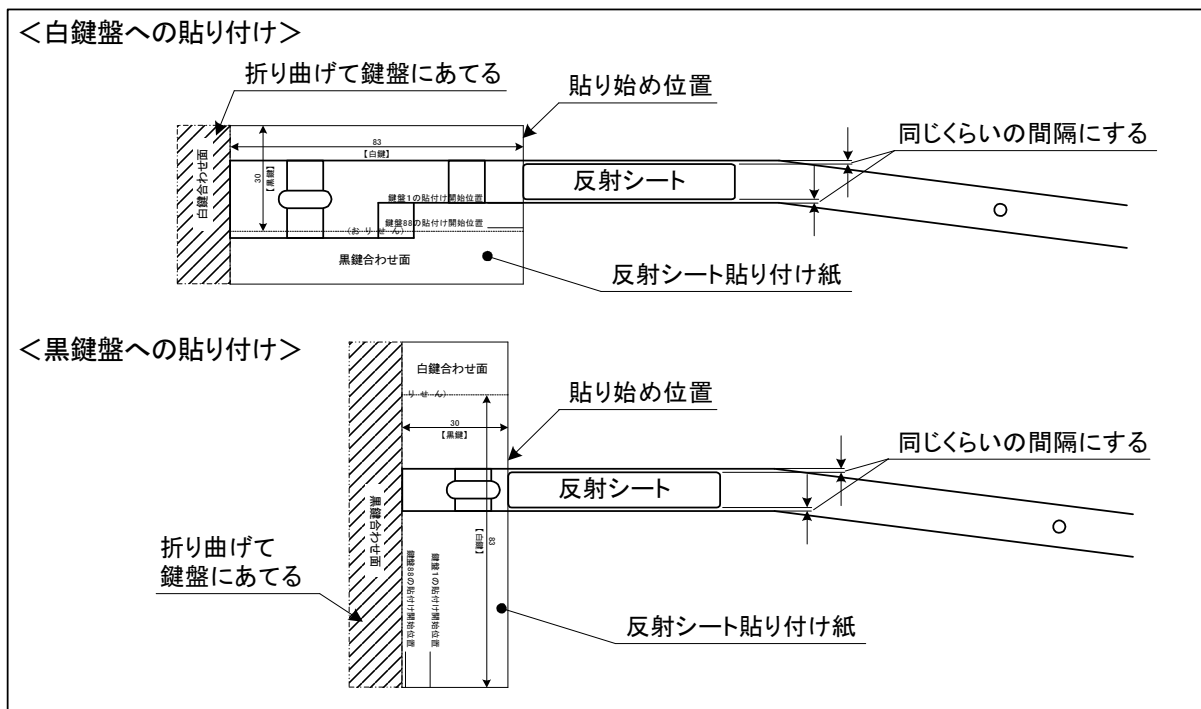
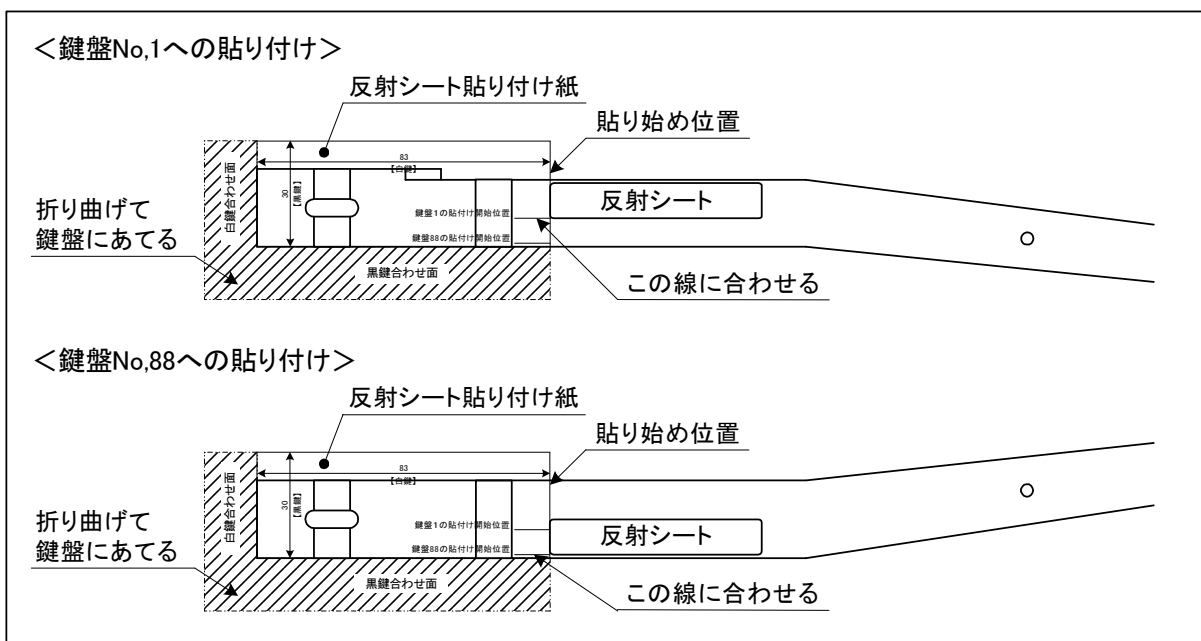

図3.4-6 反射シートの貼り付け
図3.4-7 白鍵No. 1とNo. 88への貼り付け
(7) 白鍵盤と黒鍵盤から1本ずつを選び、反射シート貼り付け紙を用いて、反射シートを貼り付ける。反射シート貼り付け紙の白鍵盤は【白鍵合わせ面】、黒鍵盤は【黒鍵合わせ面】をそれぞれに折り曲げ、鍵盤の先端部に当てて、各鍵盤用の間隔を取り貼り付ける。(図3.4-6を参照)尚、鍵盤No. 1とNo. 88は反射シートを貼る場所の幅が広がっているので、図3.4-7の様に、反射シート貼り付け紙の【白鍵合わせ面】と【黒鍵合わせ面】の両面を折り曲げ、鍵盤の先端部と側面部の両面に当てて、鍵盤先端からと側面の両方向から間隔を取って貼り付ける。
(8) 反射シートを貼り付けた鍵盤をピアノに取り付け、キーボードユニットのセンサーと反射シートの位置関係を確認する。反射シートの下にセンサーがある場合は、図3.4-6と図3.4-7の要領で全ての鍵盤に反射シートを貼り付ける。もし、センサーが外れている場合は、センサーに合わせて反射シートの位置を変えて貼り直し、残り全ての鍵盤も同じ位置に貼り付ける。